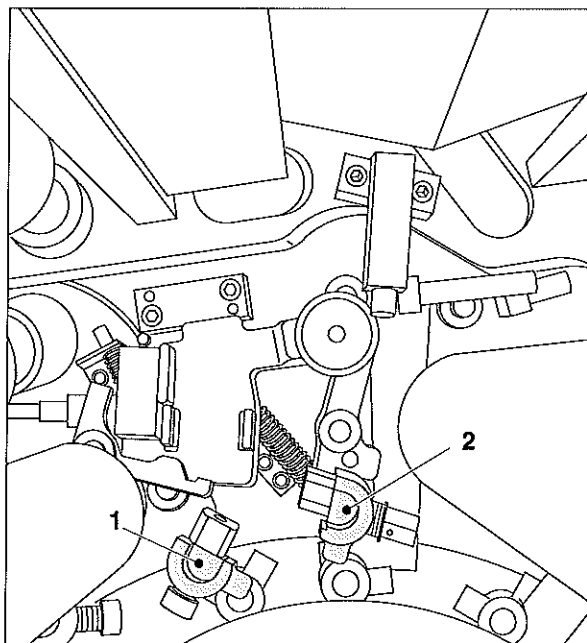

図 21 インキ着けローラ 2 と 3 のジャーナルボックス
1. インキ着けローラを、駆動側と操作側のジャーナルボックス（図 21/1）に入れます。
1. インキ着けローラを、駆動側と操作側のジャーナルボックス（図 21/2）に入れます。